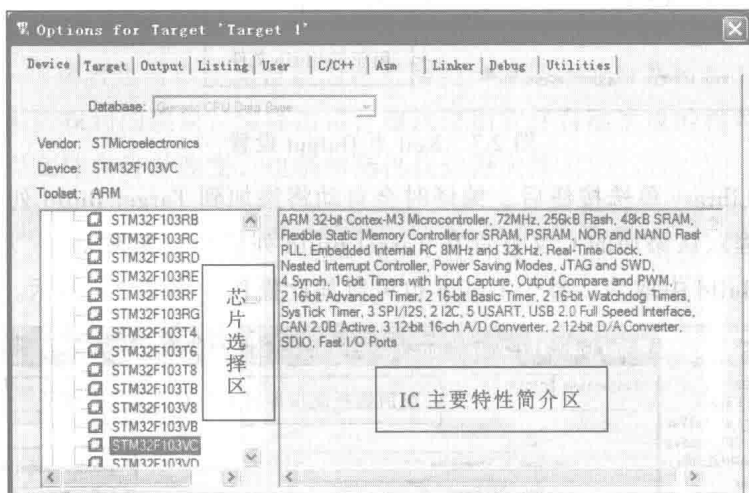

图 2.5 设置 Device 选项卡
(2) 在 Device 选项卡下选择芯片，如图 2.5 所示。